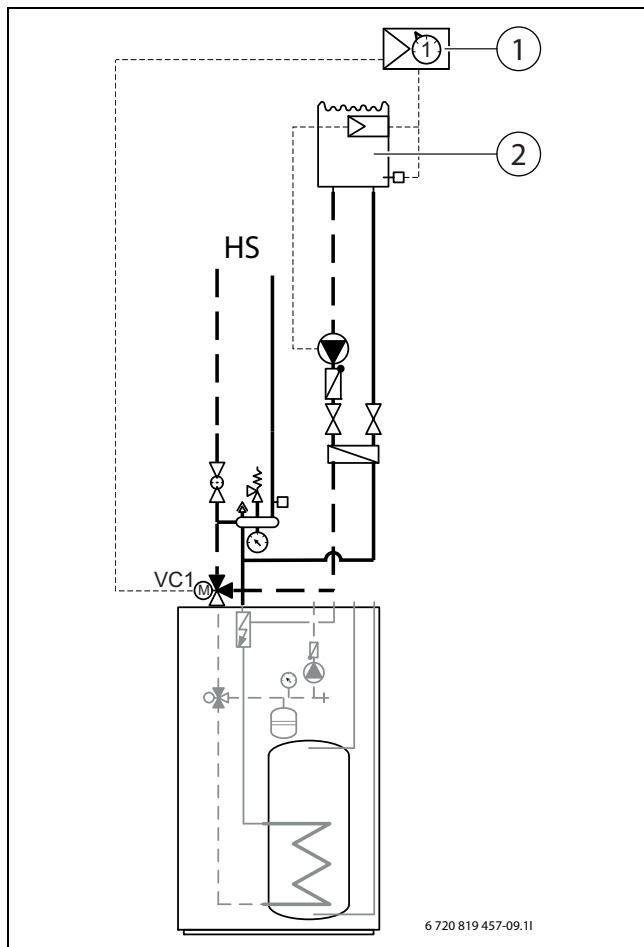

Fig. 25 Eksempelvisning for basseng-installasjon
- ▶ Monter basseng-shunt i returledningen til den innvendige enheten (→ [VC1] fig. 25).